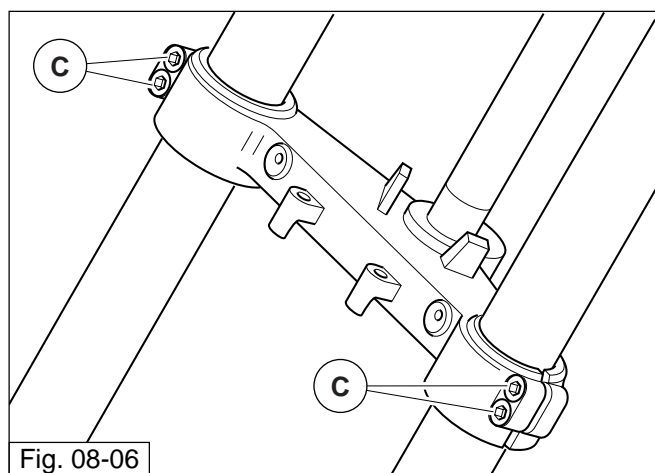

Fig. 08-06
- Svitare le viti "C" di tenuta inferiori (fig. 08-06);
- Unscrew the lower sealing screws "C" (fig. 08-06);
- Die Schrauben "C" für den unteren Halt (Abb. 08-06) lösen.